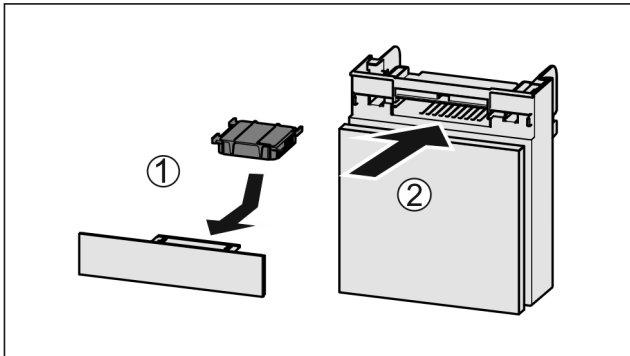

Fig. 123
- ▶ Actiefkoolfilter overeenkomstig afbeelding aanbrengen Fig. 123 (1).
- ▶ Lade erin schuiven Fig. 123 (2).